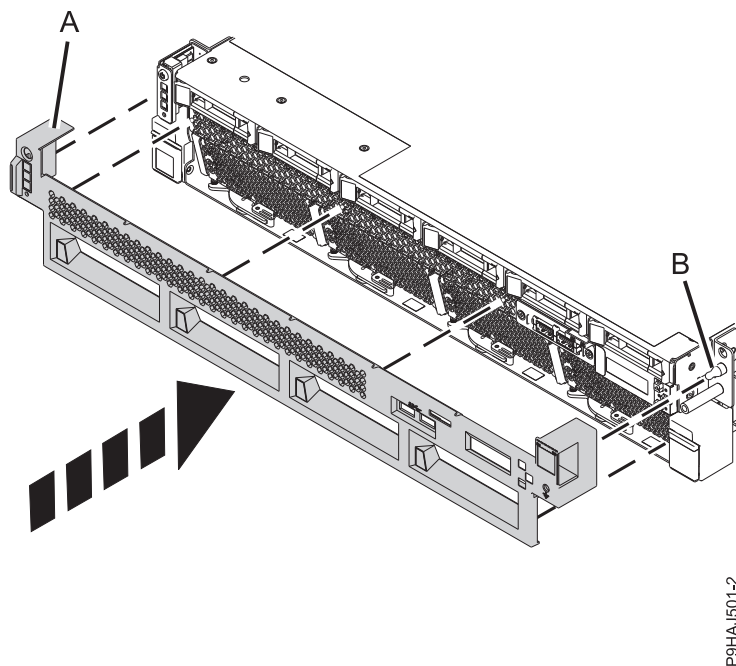

Figura 13. Instal·lació de la coberta frontal
2. Empenyeu suaument la coberta (A) fins que quedi encaixada al seu lloc. La coberta té osques on s'hi pot aguantar més fàcilment. Utilitzeu el piu d'alineació (B) per fixar la coberta al sistema, tal com es mostra a Figura 13 a la pàgina 32. Pressioneu la zona de la reixeta que es troba damunt dels ventiladors per tal de fixar la coberta a la part frontal.